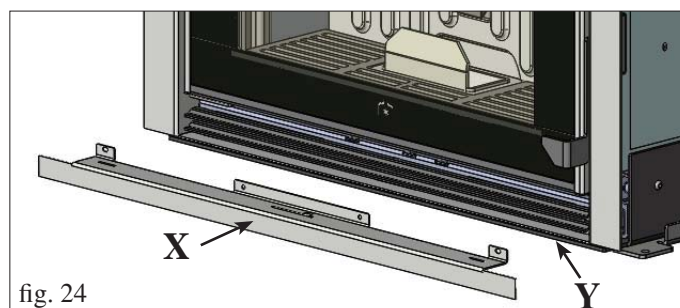

fig. 24
Når du har fjernet det nederste gitter, kan du nederst på strukturen montere en metalprofil som finish i vinkelform (X - for såkaldte rammebeklædninger eller med gipsplade) som erstatning for den flade metalprofil (Y), der allerede er monteret (se fig. 24).